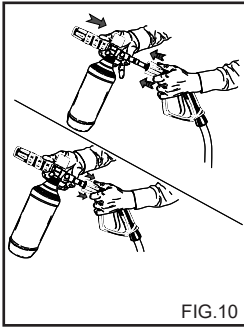

FIG.10
2) Retire a extensão do cabo e insira o kit do pulverizador de detergente (fig. 10), accione a máquina de jacto de água a alta pressão e pulverize a superfície a lavar de baixo para cima.